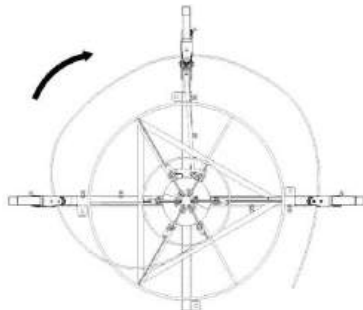

Рис. 9. Заведение арматуры по часовой стрелке
- на модели ВРК Буран-10 продеть арматуру через серёги на стационарных и подвижной стойках. Сначала арматура продевается через серёгу на стационарной стойке, затем – через серёгу на подвижной стойке, в конце – через серёгу на второй стационарной стойке. Продевать арматуру можно и по часовой стрелке, и против часовой стрелки (см. рис. 9 и 10).